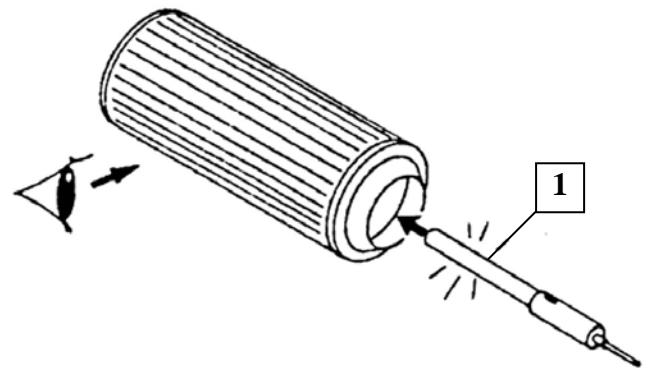

Fig. 7 Controllo visivo dell'elemento principale
Controllare ogni piega del soffietto di carta con l'ausilio di una torcia adatta (1) se presenta fessure o fori (vedi Fig. 7). Poiché siano visibili anche i danni più piccoli, il controllo non dovrebbe essere fatto in piena luce del sole, ma ad es. in un locale oscurato.